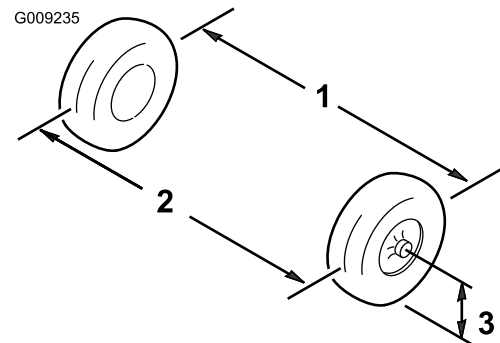

Figura 53
1. Măsurai distanța ambelor anvelope frontale la înălțimea osiei, atât în partea din față, cât și cea din spate a anvelopelor frontale (Figura 53).